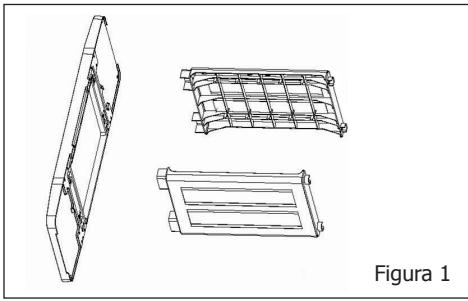
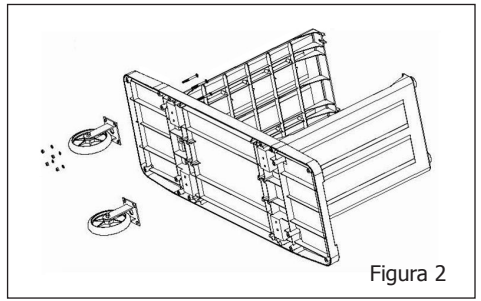

Figura 1
Figura 2
- Coloque as tábuas laterais nas tábuas inferiores e depois aparafuse-as nas rodas com as peças B, G e J. (Figura 1, Figura 2).